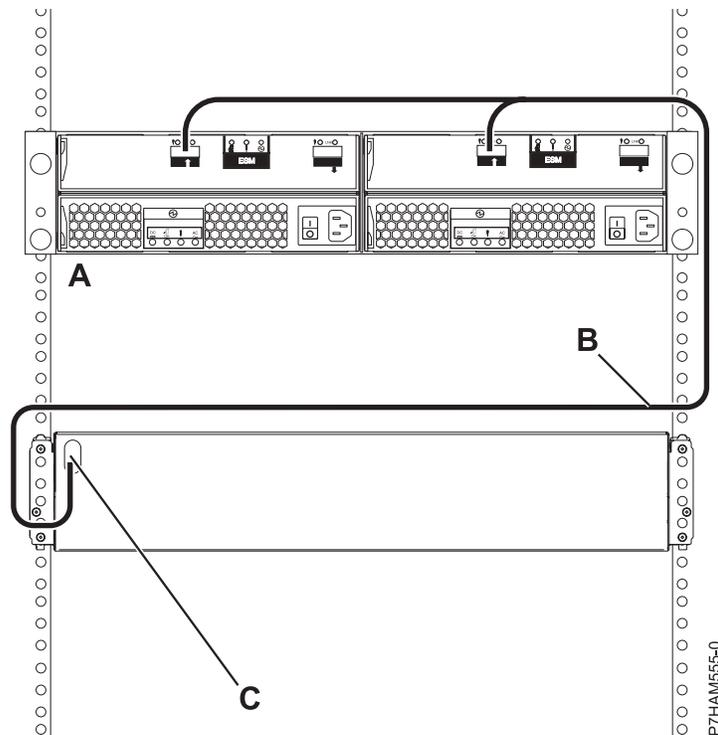

Abbildung 32. Verbinden eines Plattenlaufwerkgehäuses 5886 über ein YI-Kabel mit einem System, das einen SAS-Einschub unterstützt
8. Verbinden Sie ein Plattenlaufwerkgehäuse 5886 (A) über ein YI-Kabel (B) mit einem System, das einen einzelnen SAS-Einschub (C) unterstützt, wie in Abb. 32 auf Seite 79 dargestellt.